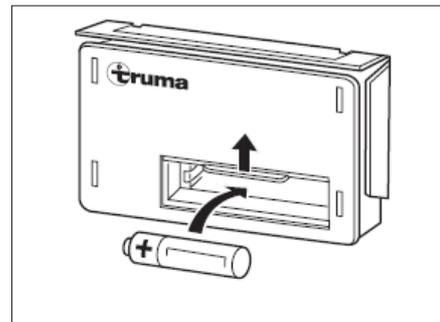

Fig. 105 Changement de pile
- Faire glisser vers le haut le recouvrement du compartiment à piles de l'allumage automatique (Fig. 105).
- Placer une pile neuve du même type dans le compartiment à piles de l'allumage automatique en respectant la polarité (+/-) (Fig. 105). Utiliser uniquement des piles Mignon à résistance thermique élevée (+70 °C) et ne coulant pas.